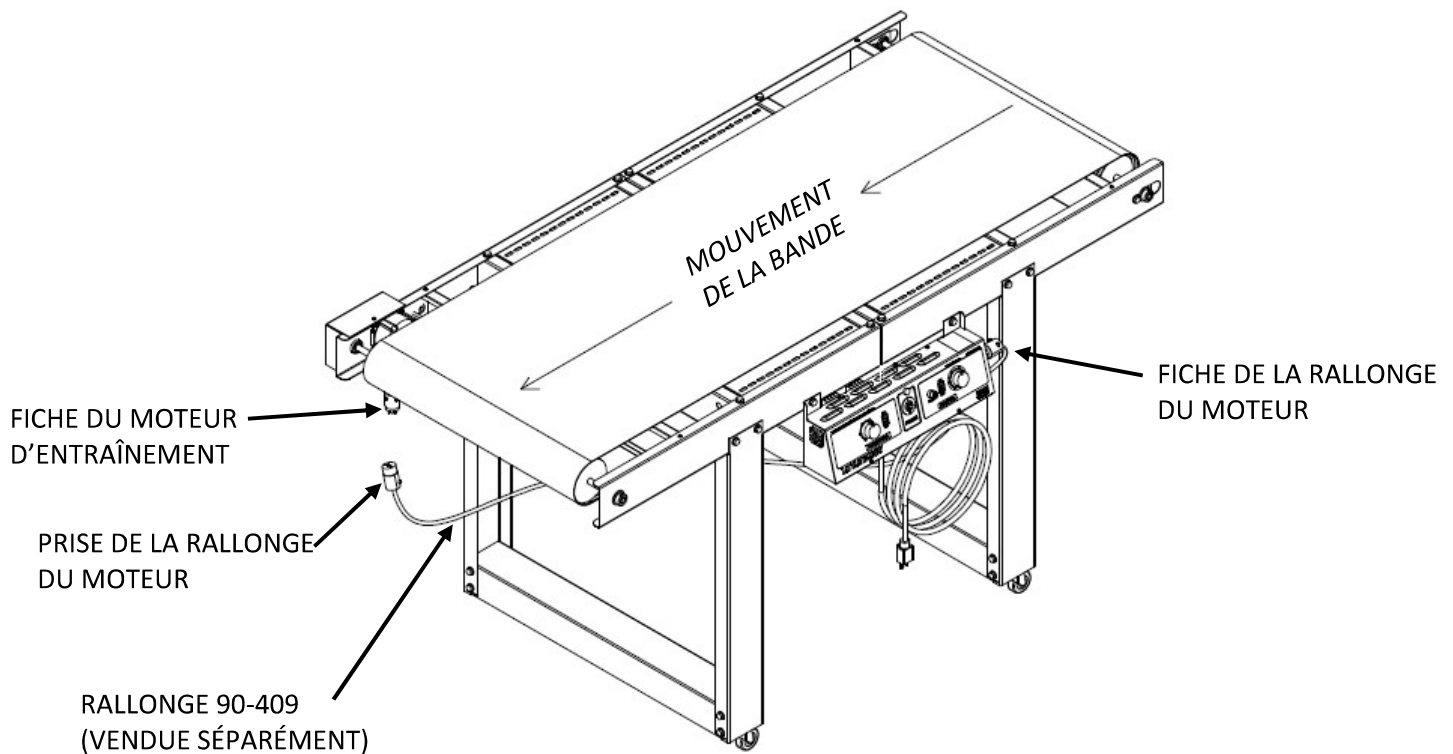

Figure 9
1. Utilisez deux **BOULONS 5/16-18 x 3/4L** pour fixer le panneau de commande au **CONVOYEUR** (voir **Figure 9**).